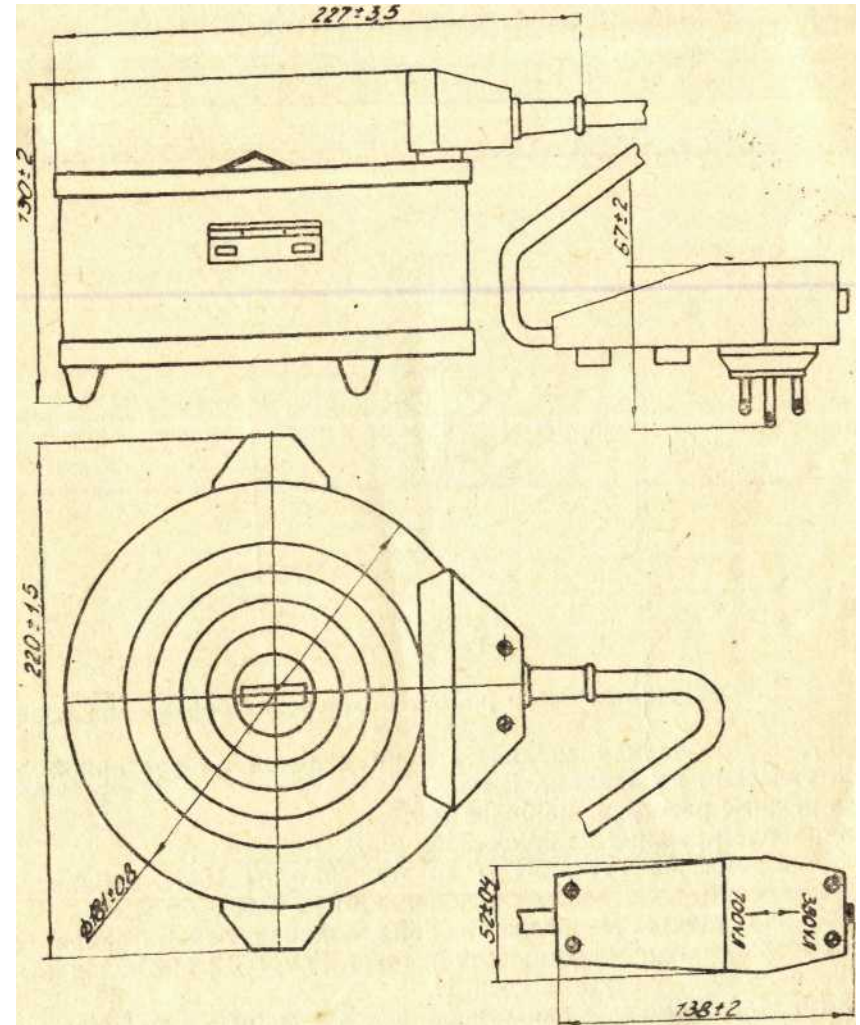

Рис. 1.
1.2. Изображения внешнего вида бань приведены на рис. 1 и 2.
3.1. Баня водяная лабораторная с электрическим подогревом (см. рис. 1) работает от сети переменного тока с частотой 50 Гц с номинальным напряжением 220 В при отклонениях напряжения сети на ±10% от номинального значения.